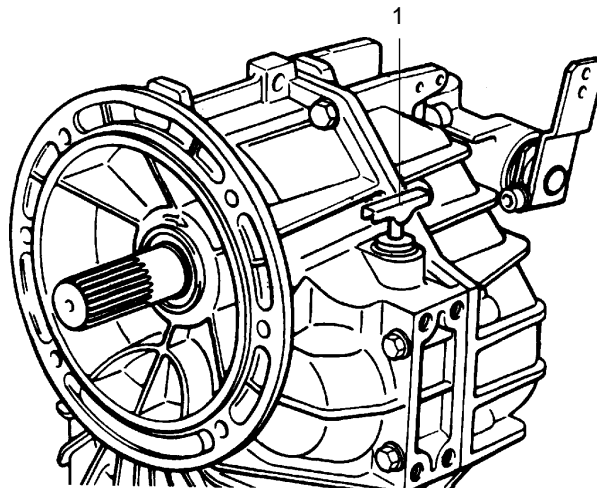

Fig. V-1
- 1.1 Loosen fluid dipstick (figure V-1, item 1) by turning the grip counterclockwise.
- 1.1 Allentare l'astina dell'olio (fig. V-1, Pos. 1) girandola a mano in senso antiorario ed estrarla.
- 1.1 Desserrer la jauge (fig. V-1 repère 1) en tournant la poignée dans le sens inverse des aiguilles d'une montre.
- 1.1 Aflojar la varilla del aceite (Fig. V-1, Pos. 1) girándola manualmente en sentido antihorario y extraerla.
- 1.1 Den Griff des Ölmeßstabes (Bild V-1) entgegen dem Uhrzeigersinn drehen und aus dem Gehäuse ziehen.